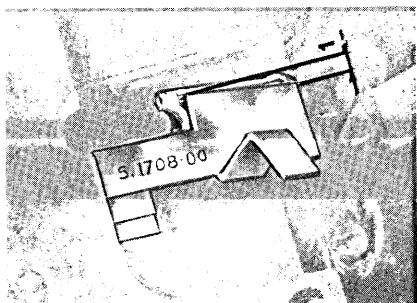

fig. 5
- Con l'apposito calibro n. S. 1708.00, controllare l'inclinazione del crochet (fig. 5)